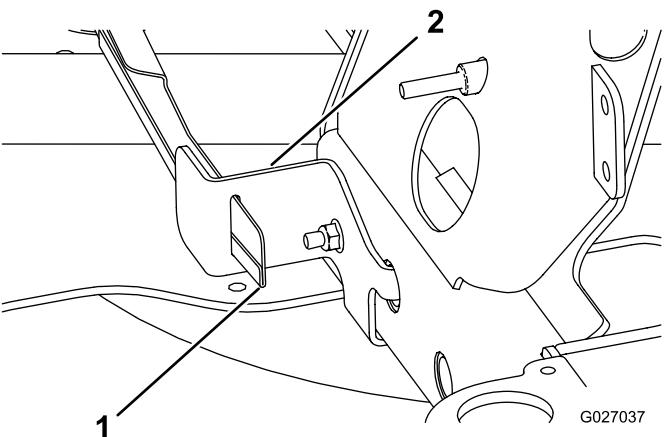
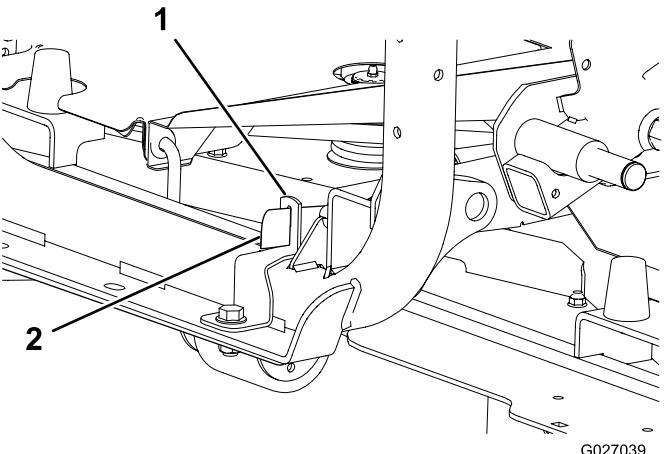

Figure 26
Figure 27
- Insérez la protection de l'arbre d'entraînement dans la fente du support que vous avez monté à la procédure 11 Montage du support de la protection (page 9) ; voir la Figure 26 ou Figure 27.